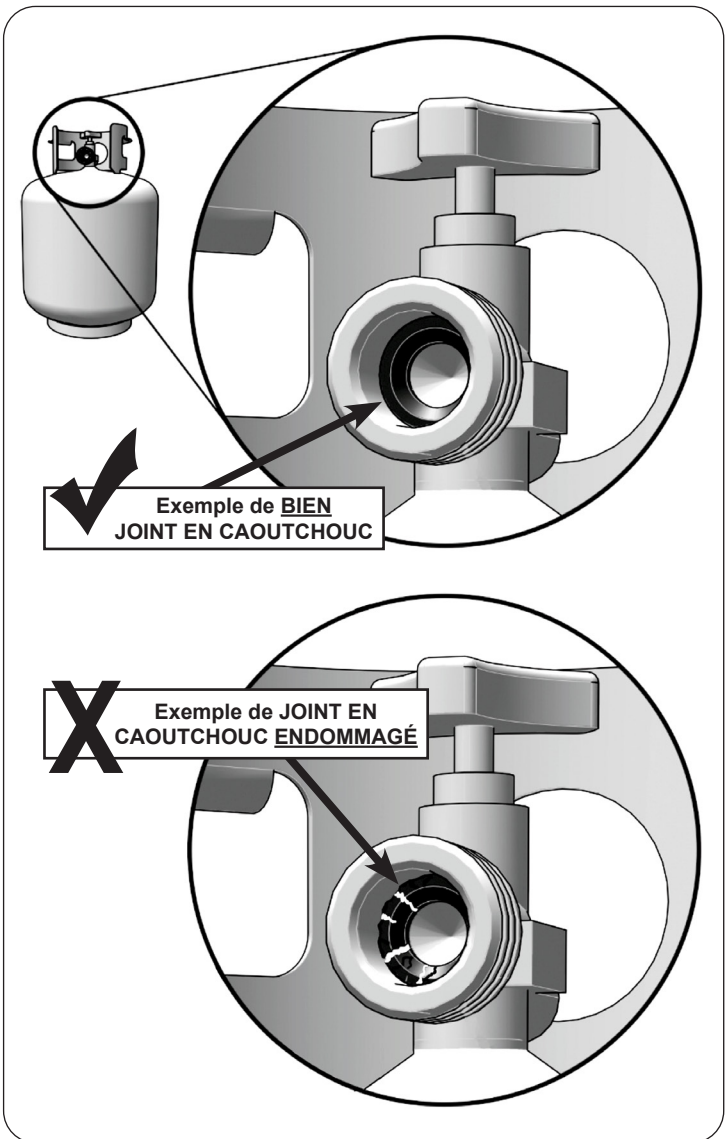

Fig. 10-1 Inspecter le joint en caoutchouc
- D. Connexions CGA 791 sur les bouteilles de GPL :** l'élément d'étanchéité en élastomère de la face de la bouteille de ces appareils peut, au fil du temps, présenter des dommages ou une détérioration marqués et visibles susceptibles de provoquer une fuite même avec la connexion serrée. Une inspection visuelle du joint doit être effectuée chaque fois qu'une bouteille de GPL est remplacée ou remplie. Toute bouteille de GPL présentant des signes de dommages ou de détérioration, tel qu'illustré à la Fig. 10-1, y compris des fissures et des piqûres visibles, doit être remplacée.